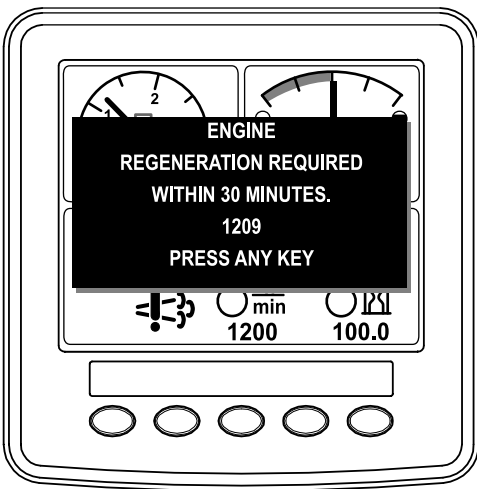

Figure 48
- Si vous passez outre la requête d'une régénération stationnaire (affichée sur l'InfoCenter) et que vous continuez à utiliser la machine (Figure 48), une quantité critique de suie risque de s'accumuler dans le FAP.